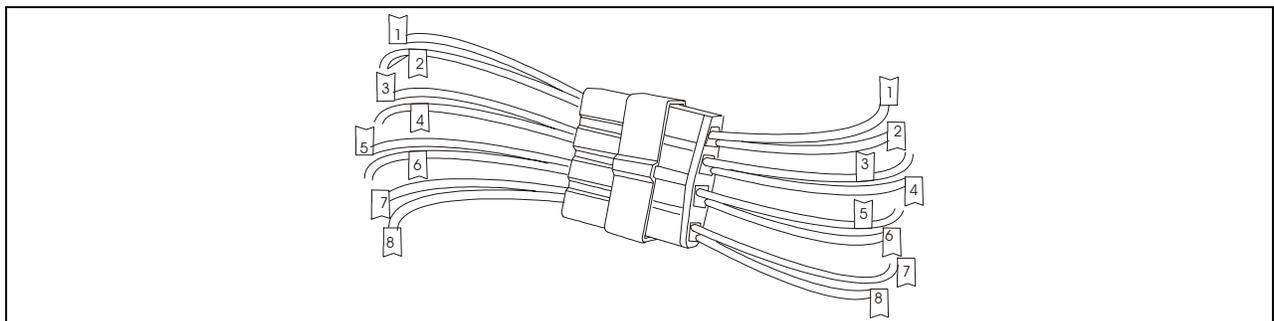

FIGURE 4: IDENTIFIER CHACUN DES CIRCUITS AVANT D'EXTRAIRE LES RACCORDS DU CONNECTEUR
2. Il est très important d'identifier tous les circuits passant par ces connecteurs afin de reconnecter les fils assortis ensemble. Mettre du ruban à masquer (masking tape) sur chacun des fils et inscrire les numéros 1 à 8 sur les circuits correspondants de chaque coté du connecteur (figure 4).